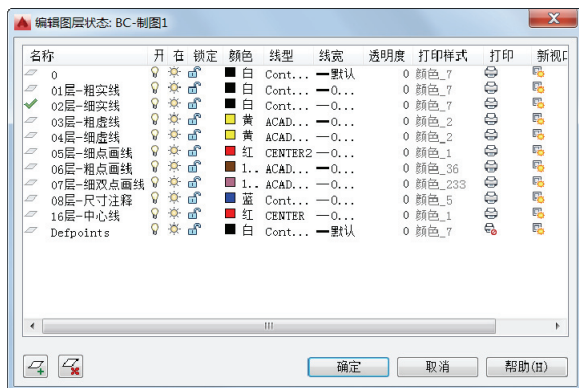

图 6-30 “编辑图层状态: BC-制图 1”对话框
3) 系统弹出图 6-30 所示的“编辑图层状态: BC-制图 1”对话框。通过该对话框修改相关图层的状态特性,如线型、颜色、线宽和打印状态等。这和“图层特性管理器”选项板中的相关操作是一样的,即单击相应的特性单元格便可以对该特性状态进行编辑。